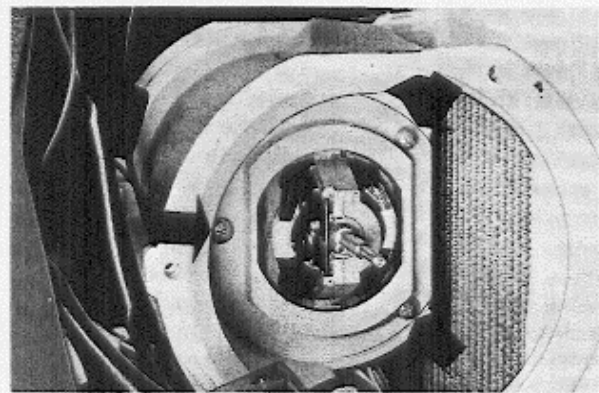

Abb. 8-24 Befestigungsschrauben für Trägergehäuse des Gebläse motors
4. Trägergehäuse für den Gebläse motor (Abb. 8-24) abschrauben.